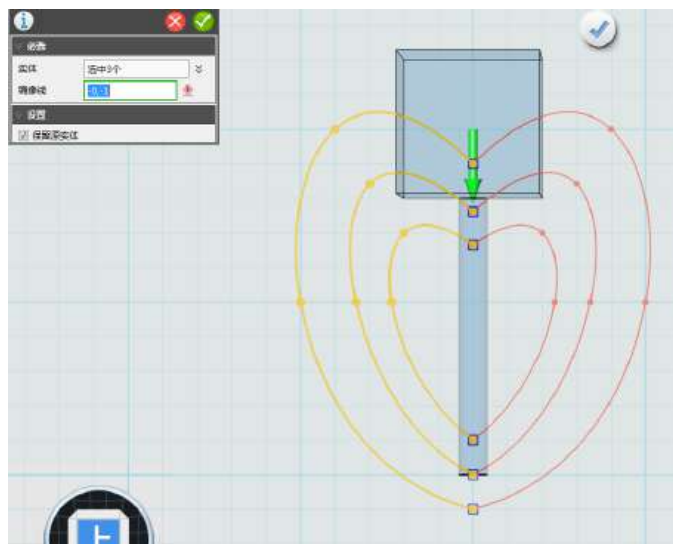

图 1-6
Step 6 点击“基本编辑”，选择“镜像”功能。实体选择之前绘制的三条线，方向选择图示位置的向下的箭头，绘制完后，点击确定（必须出现绿色箭头，没有绿色箭头说明，三条线不在同一条轴上），如下图 1-6 所示：